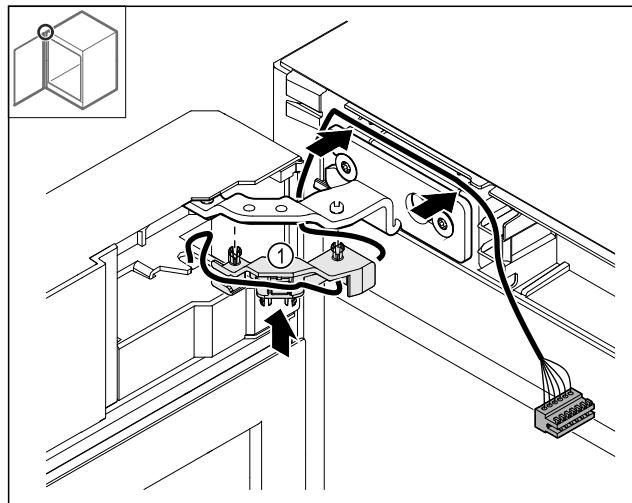

Fig. 44
- Zatlačte držiak kábla Fig. 44 (1) do závesu.